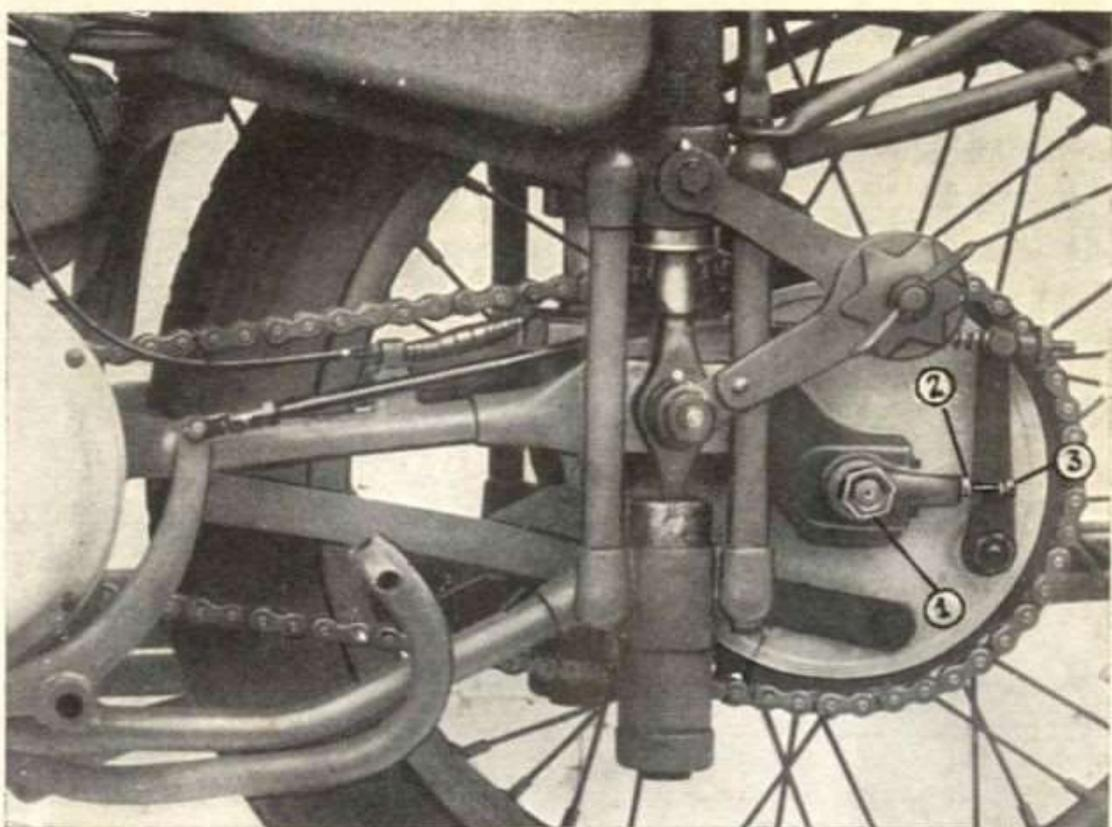

Fig. 110
*Registrazione catena posteriore per i tipi 250 c. c. M 37 e 500 c. c. VL. M 40.* — La registrazione della catena posteriore di trasmissione dal cambio alla ruota, si ottiene allentando i due dadi che fissano la ruota e tendi catena (vedi 1 fig. 110); allentare anche i due controdadi (vedi 2 fig. 110), quindi manovrando sulle due viti del tendi catena (vedi 3 fig. 110) si otterrà uno spostamento avanti o indietro della ruota e di conseguenza la maggiore o minore tensione della catena.